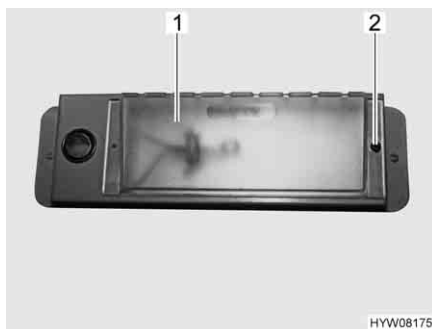

Fig. 184 Lampada del garage
- Svitare la vite di fissaggio (Fig. 184,2).
- Spostare e rimuovere la copertura (Fig. 184,1).